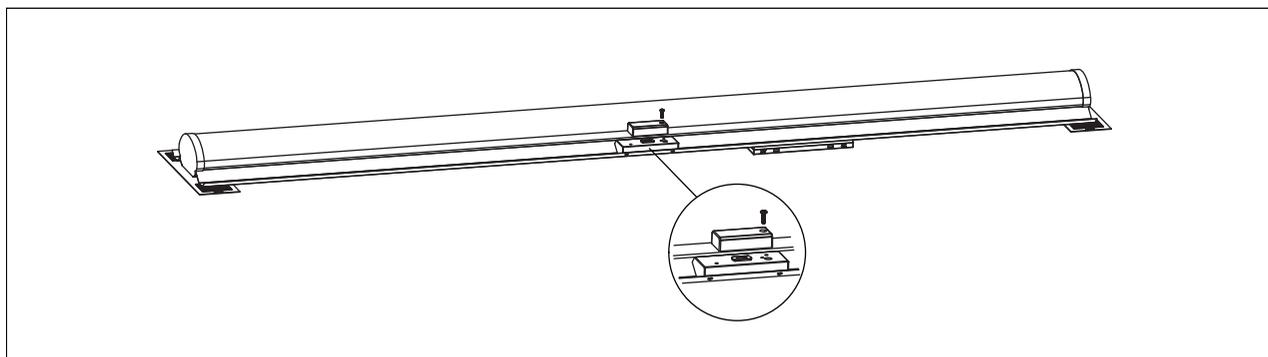

Figure 2
3. Brancher le nœud c-Max™ dans le réceptacle USB-C par la connexion USB (voir **Fig. 2**).